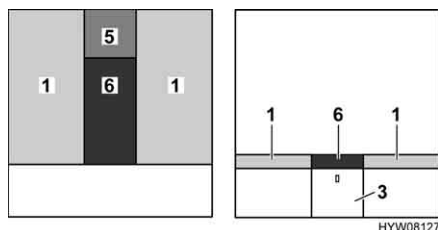

Fig. 68 Dopo la trasformazione
- Posizionare il cuscino aggiuntivo (Fig. 68,5) sul comodino da notte.
- Posizionare il cuscino aggiuntivo (Fig. 68,6) tra i materassi (Fig. 68,1).